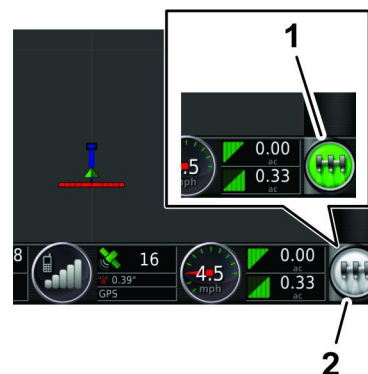

Рисунок 200
8. На управляющей консоли GeoLink нажмите значок MASTER SWITCH (ГЛАВНЫЙ ВЫКЛЮЧАТЕЛЬ) (Рисунок 200), чтобы установить его в положение ON (Вкл.) (зеленый).